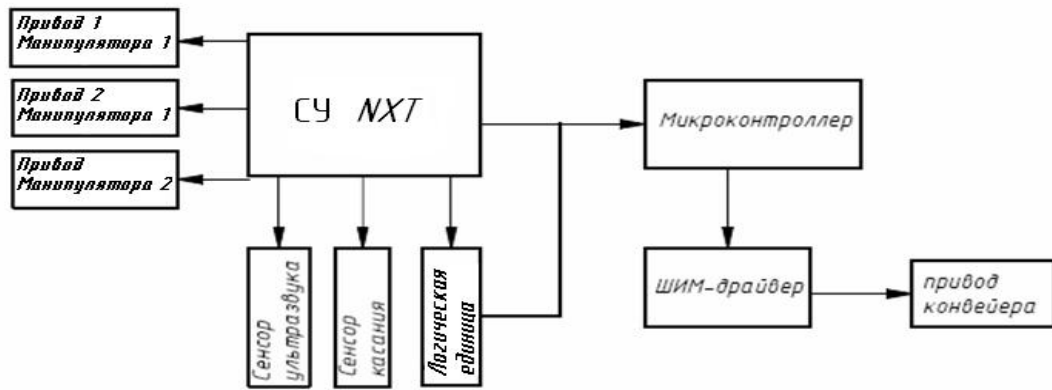

Рис.3. Блок-схема системы управления и диагностики.
3. Связаны в единую система управления манипуляторами и система управления электродвигателем рис.3.